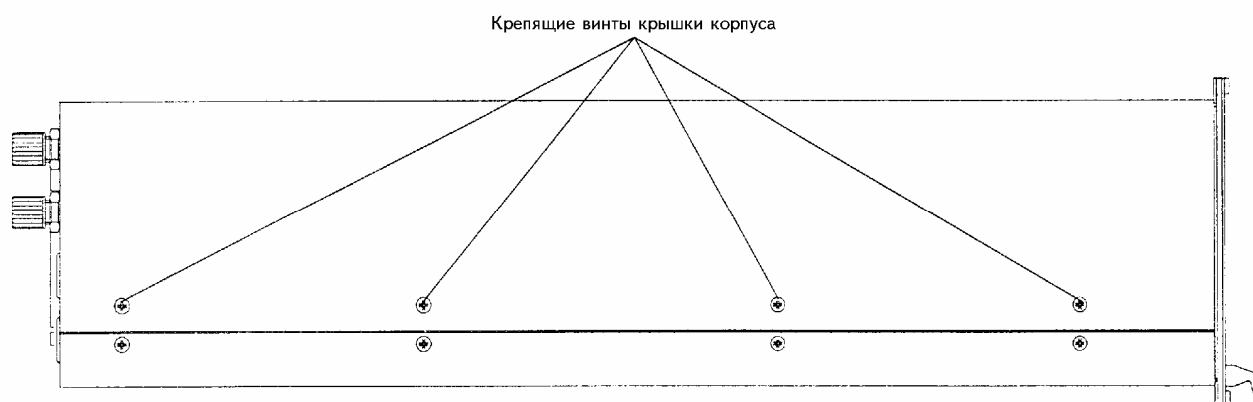

Рис. 15-3. Анализатор MLT 1 (корпус 1/2 19²)
- m** Отверните крепящие винты с обеих сторон корпуса (Рис. 15-3).